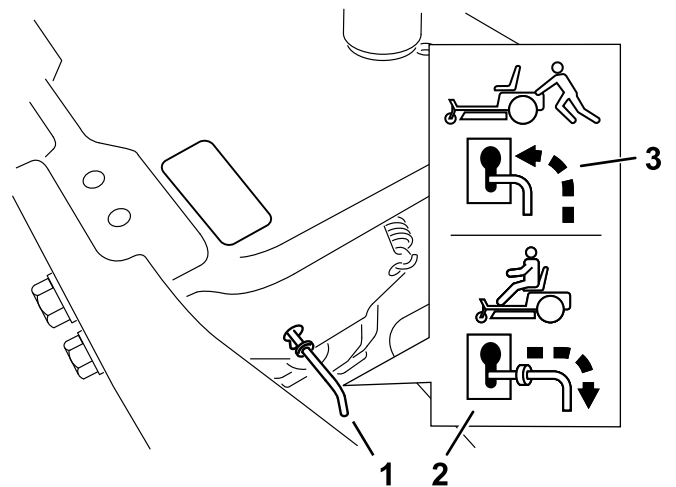

Рисунок 33
4. Вытяните рычаги перепускных клапанов вперед через профилированные отверстия и опустите вниз, чтобы зафиксировать их на месте (Рисунок 33).
Переместите рычаги перепускных клапанов назад через профилированные отверстия и опустите вниз, чтобы зафиксировать их на месте, как показано на Рисунок 33.